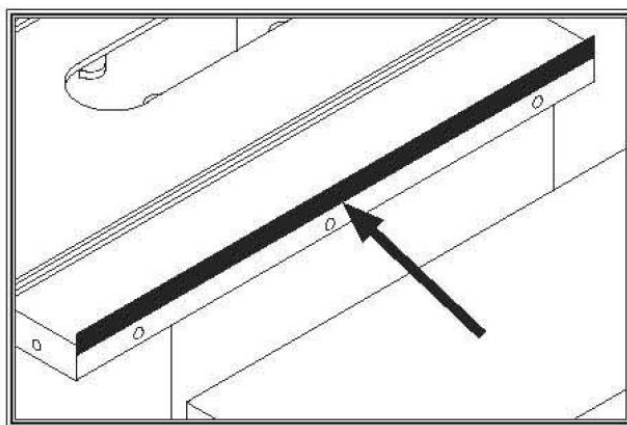

Рисунок 20. Расположение клейкой ленты для наклона удлинительной консоли стола вниз.
- Если внешний конец удлинительной консоли стола наклоняется вверх, снимите консоль и поместите полоску клейкой ленты вдоль верхнего края основного стола, чтобы закрепить конец удлинительной консоли вниз (см. рисунок 20).